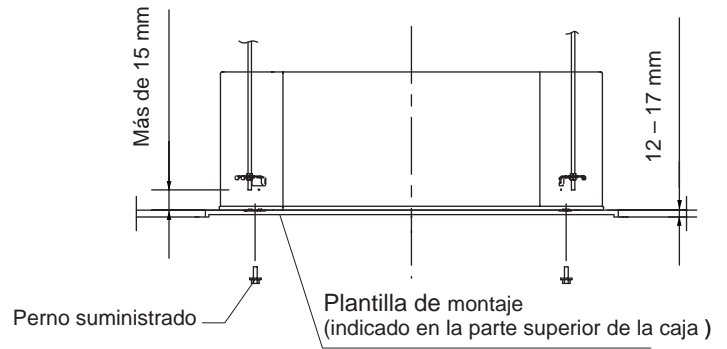

Fig. 3-35
1. Si va a colocar la unidad en el interior del techo, determine la separación entre los pernos de suspensión utilizando la plantilla de montaje suministrada. (Fig. 3-35) Los tubos y el cableado deben ser colocados en el interior del techo si cuelga la unidad. Si el techo ya existe coloque los tubos y el cableado de forma que puedan ser conectados a la unidad antes de delizarla en el interior del techo.